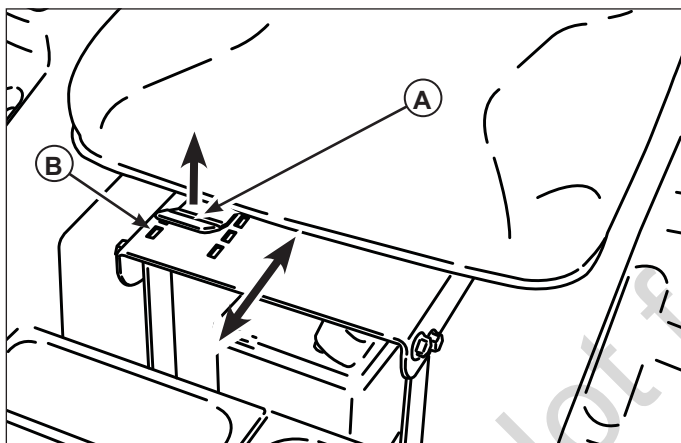

Figure 12. Réglage du siège
Lever le levier de réglage du siège (A, figure 12). Glisser le siège vers l'avant ou vers l'arrière à la position désirée, puis abaisser le levier de réglage du siège. S'assurer que le levier soit verrouillé dans les fentes de verrouillage (B) dans la base du siège.